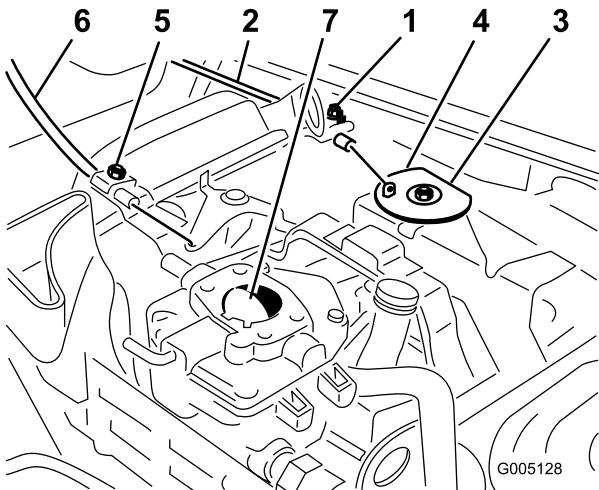

Figura 35
- Allentate la vite sul serrafile che fissa il cavo al motore (Figura 35).
- Tirate con forza il cavo dell'acceleratore finché il retro della parte girevole non viene a contatto con il fermo (Figura 35).
- Tirate con forza il cavo dello starter finché la farfalla dello starter non è completamente chiusa, quindi serrate la vite del serrafile (Figura 35).